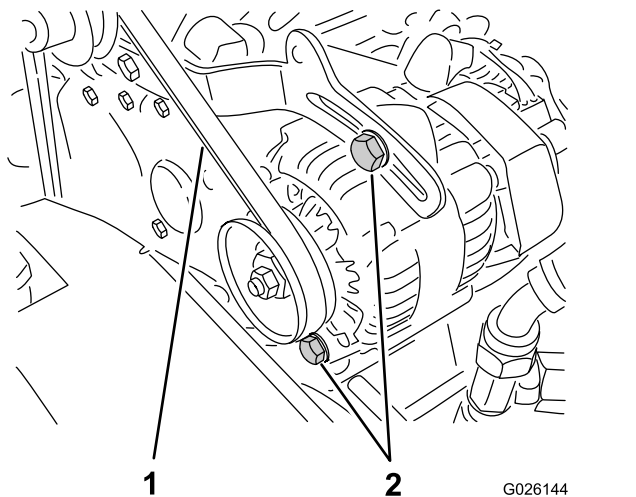

Figura 63
2. Controllate la tensione premendo la cinghia al centro tra le pulegge dell'alternatore e dell'albero motore con una forza di 10 kg (Figura 63).
- A. Allentate i 2 bulloni di fissaggio dell'alternatore (Figura 63).
B. Con un piede di porco, ruotate l'alternatore fino a ottenere una tensione della cinghia appropriata, poi serrate i bulloni di fissaggio (Figura 63).